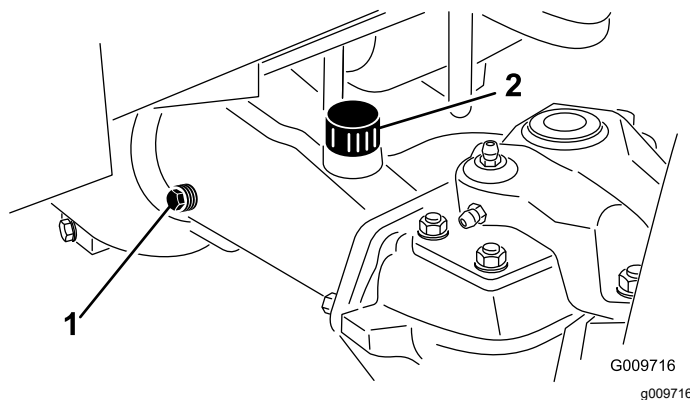

Figura 105
2. Retire o tampão de verificação de uma extremidade do eixo e certifique-se de que existe lubrificante até ao fundo do orifício (Figura 105).